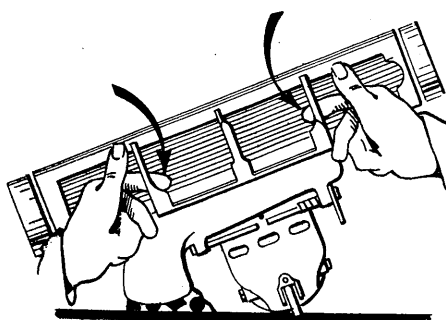

Fig. 6
c) Retourner l'appareil et ouvrir le protège-brosse en se servant des deux mains comme l'indique la figure 6.